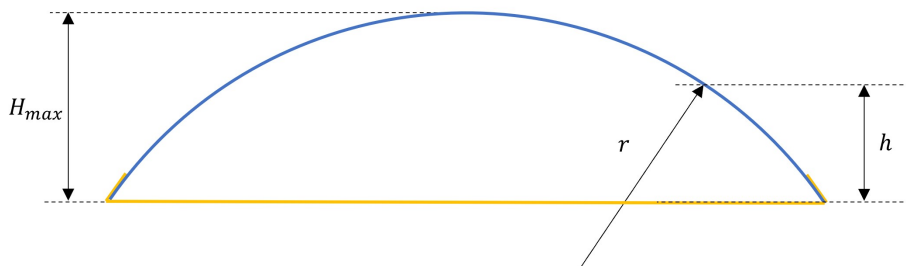

Рис. 6. Исследование кривизны линейки
**В1** Стяните скотчем два конца пластиковой линейки (рис. 6). Прделайте это так, чтобы к скотчу была обращена сторона линейки с делениями. Расстояние между наиболее удаленной от скотча точки линейки и полоской скотча должно составить в этом упражнении  $H_{\max} = 9.5$  см. Линейка будет деформирована неоднородно. Измерьте зависимость кривизны  $r^{-1}$  поверхности линейки в зависимости от расстояния  $h$  между поверхностью и полоской скотча **2.7**